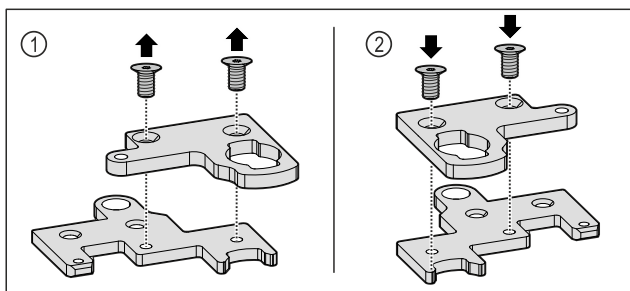

Fig. 35
- Rozeberte dvoudílný úhelník závěsu. Fig. 35 (1)
- Znovu sestavte dvoudílný úhelník závěsu otočený o 180°. Fig. 35 (2)